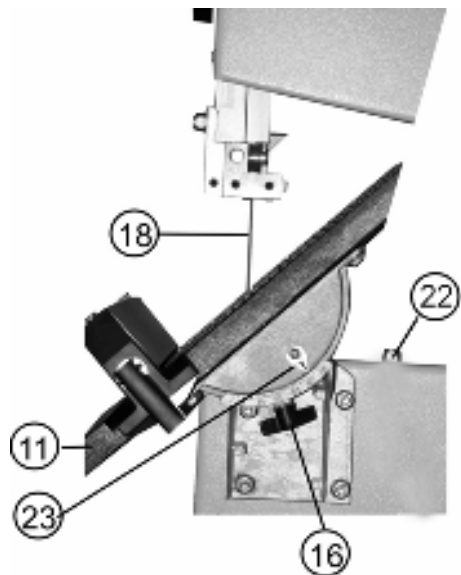

Рис.6
11.1.2. Болт (22) с гайкой (не комплектуется) вкрутите в специальное резьбовое отверстие, как показано на Рис.6.
11.2. Установка рабочего стола под углом к пильной ленте (Рис. 6)